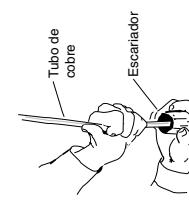

Fig. 6-2
- Cuando efectue el escariado, retenga el extremo del tubo hacia abajo y asegúrese de que no caigan virutas de cobre dentro del tubo. (Fig. 6-2)